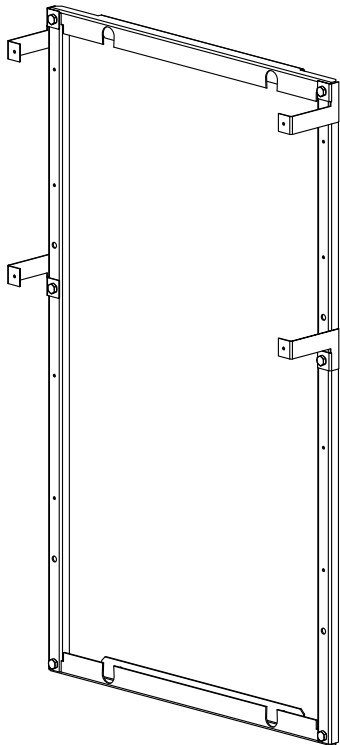

Рисунок 1
2.1 Открутите гайки М6 при помощи торцового ключа и извлеките раму из корпуса (рисунок 1). Гайки сохранить для установки рамы в сборе с электрооборудованием.